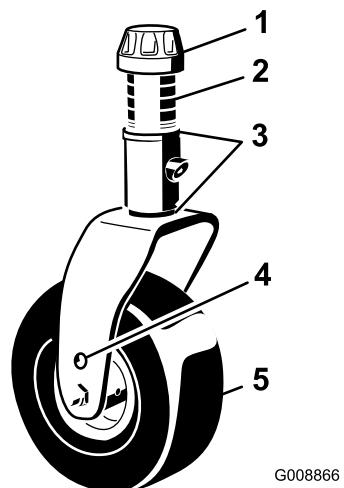
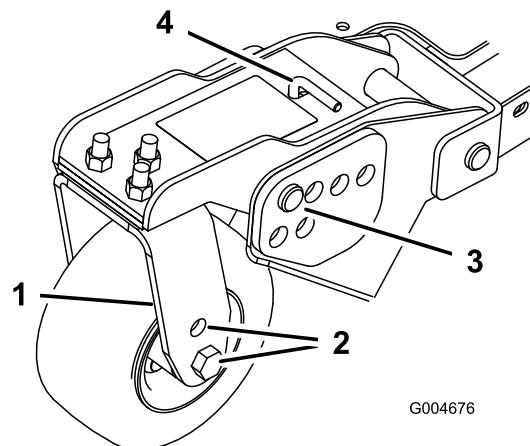

Figura 21
Figura 23
1. Coloque os eixos da roda giratória nos mesmos orifícios em todas as forquilhas da roda giratória (Figura 21 e Figura 23).
2. Retire a tampa de tensionamento do eixo roscado e desloque o fuso para fora do braço da roda giratória (Figura 21).
- Retire o contrapino tipo grampo e os pinos de segurança dos braços articulados da roda giratória (Figura 23).
- Rode a barra tensora para levantar ou descer o braço articulado, até os orifícios se encontrarem alinhados com os orifícios da altura de corte desejados, na estrutura da plataforma do cortador (Figura 23 e Figura 24).